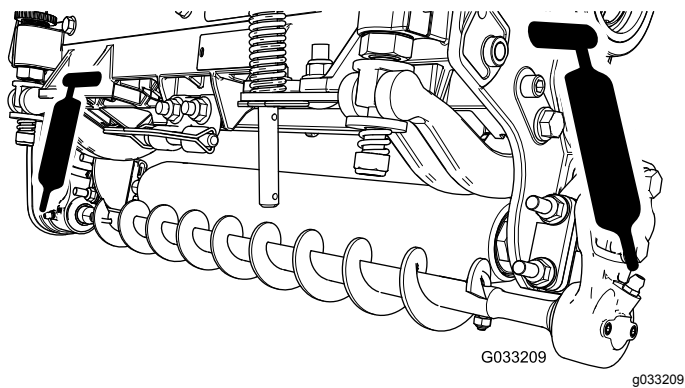

Figura 16
- Lubrifique os bocais de lubrificação em cada caixa do rolamento da escova do rolo com massa n.º 2 para utilizações gerais, à base de lítio (Figura 16).